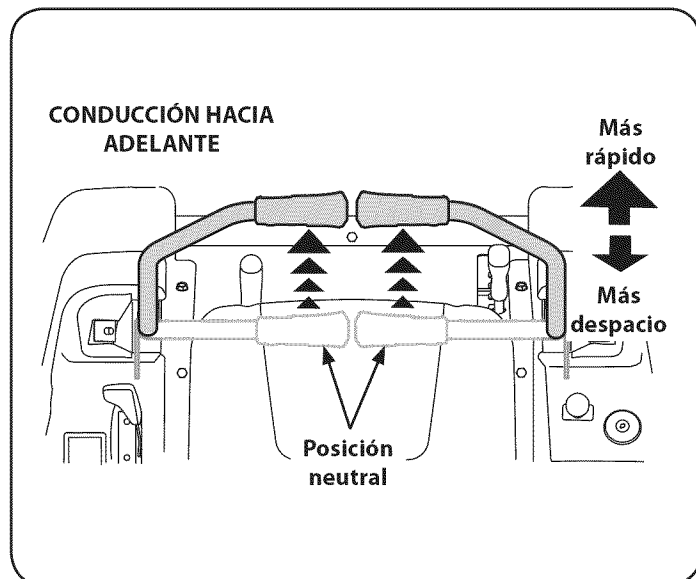

Figura 14
1. Mueva las palancas de control lenta y suavemente hacia adelante. El tractor comenzará a desplazarse hacia adelante. Vea la Figura 14.